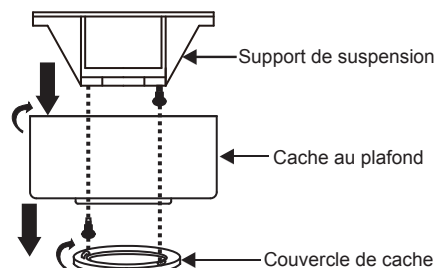

Fig. 5
Étape 1. Retirez le couvercle du fond du cache décoratif en le tournant dans le sens antihoraire.(Fig. 5)
Étape 2. Retirez le support de montage au plafond du cache en enlevant (mais en la conservant pour la suite) l'une des deux vis.Desserrez la vis restante d'un demi-tour.(Fig. 5)